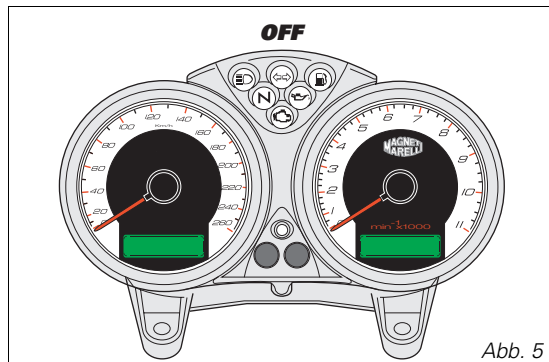
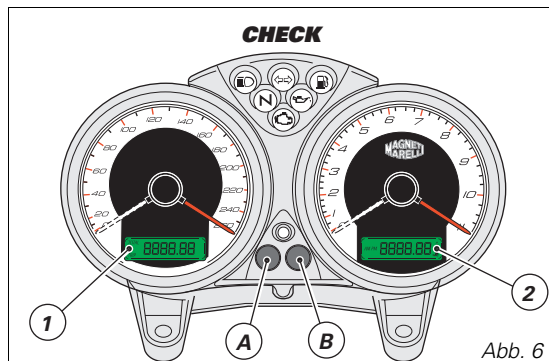

Abb. 5
Abb. 6
Beim Einschalten (Zündschlüssel von **OFF** auf **ON**) führt das Cockpit einen Check an allen Instrumenten (Zeiger, Display, Kontrollleuchten), siehe (Abb. 5 und Abb. 6) durch.
Durch Drücken der Taste (A, Abb. 6) werden bei einem auf **ON** stehenden Zündschlüssel abwechselnd der Stand des Tageskilometerzählers und des Kilometerzählers angezeigt.
Durch mindestens 2 Sekunden langes Drücken der Taste (A, Abb. 6) in der Funktion **TRIP** (Tageskilometerzähler) wird das Display (LCD 1) zurückgesetzt.
Durch Drücken der Taste (B, Abb. 6) bei auf **ON** stehendem Zündschlüssel werden die Uhr und die Öltemperatur angezeigt.
Die Taste (B, Abb. 6) mindestens 2 Sekunden lang drücken. Durch Drücken der Taste (A, Abb. 6) die Angabe AM/PM auswählen. Mit Taste (B) nun zur Einstellung der Stunden übergehen. Durch wiederholtes Drücken der Taste (A) wird die Stundenanzeige geändert. Mit Taste (B) nun zur Einstellung der Minuten übergehen. Mit Taste (A) die Minuten einstellen; wird die Taste länger als 5 Sekunden gedrückt, läuft die Zählung schneller. Mit Taste (B) nun den Einstellmodus beenden.
Durch wiederholtes Drücken der Taste (B) (Abb. 6) innerhalb von 5 Sekunden nach dem Umstellen des Zündschlüssels auf **ON** kann die Cockpithelligkeit eingestellt werden.